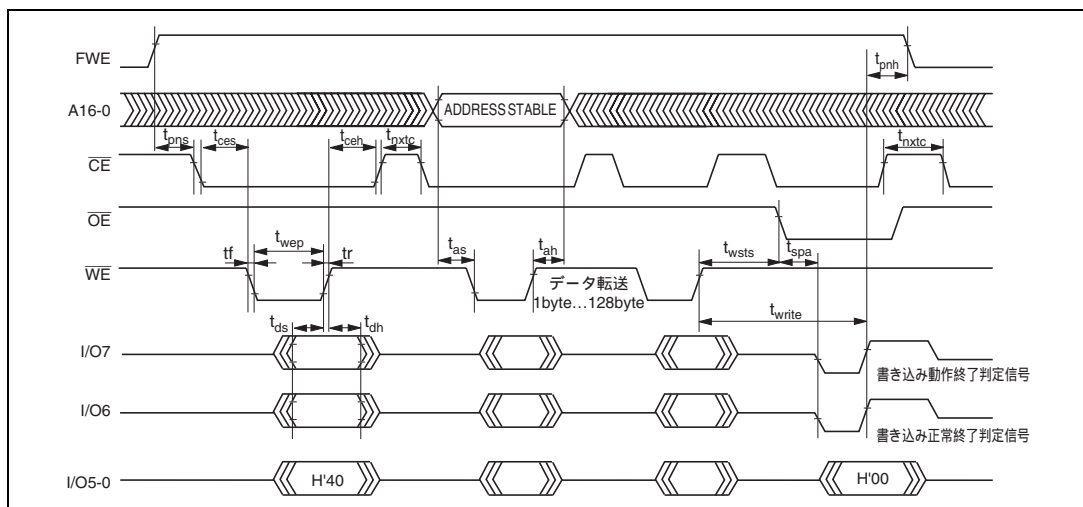

図 18.20 自動書き込みモードのタイミング波形
- (1) 自動書き込みモードでは、128バイト同時書き込みを行います。これは、バイトデータを128回連続で転送してください。
- (2) 128バイト以下の書き込みでも128バイトのデータ転送を行う必要があります。必要ないアドレスへのメモリ書き込みは、データをH'FFにして書き込みを行う必要があります。
- (3) 有効アドレス以外を入力した場合は、メモリ書き込み動作に移行しますが、書き込みエラーとなります。
- (4) メモリアドレスの転送は、第2サイクルで行います(図18.20)。第2サイクル以降では転送しないでください。
- (5) 書き込み動作中は、コマンド書き込みを行わないでください。
- (6) 書き込みは、各アドレスの128バイト単位のブロックに対して、1回の自動書き込みで行ってください。2回以上の書き込みについては特性保証できません。
- (7) 自動書き込み正常終了の確認には、I/O6を調べることにより行います。または、ステータス読み出しモードを使用しても確認することができます。